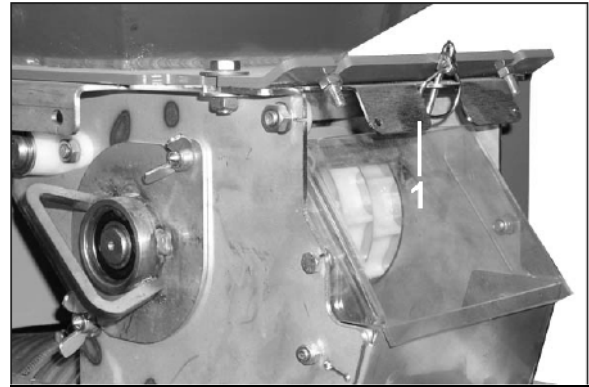

Fig. 106
2. Schieber (Fig. 106/1) schließen, wenn der Behälter nicht leer ist / nur Dosierer entleert wird (siehe Seite 105).